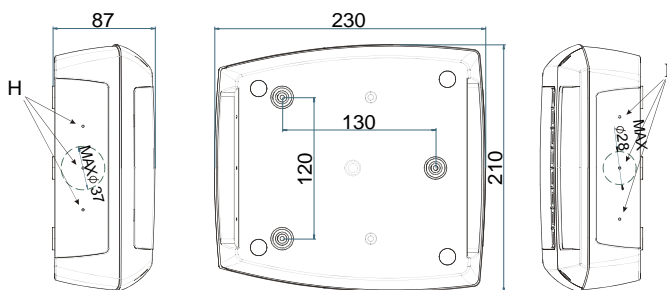

FIG. 3
3. Faceți găuri potrivite pentru cablul de presiune sau tubul de presiune ghidându-vă după semnele de pe carcasa aparatului, (Fig. 3, H, I, J). Apoi faceți 3 găuri în zid, cum este arătat în (Fig. 3, L, M, N), pentru a monta aparatul.
5. Introduceți diblurile, conținute în kit, în gaurile făcute în perete. Apoi utilizați surubelnita în cruce și fixați de perete partea din spate a aparatului (Fig. 3, L, M, N) cu ajutorul a 3 suruburi.
5. Faceți găuri potrivite pentru cablul de presiune sau tubul de presiune ghidându-vă după semnele de pe carcasa aparatului, (Fig. 3, H, I,)